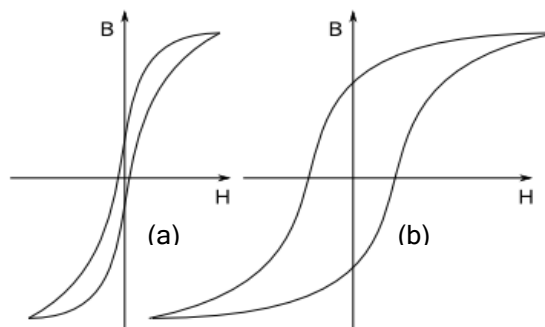

Figura 2: Curvas de histerese (a) ciclo de histerese mais estreito ou com menor perda e (b) curva mais larga, possuindo alta magnetização residual.
1. Faça um gráfico de B (mT) versus H (kA/m) para cada um dos núcleos (sólido e laminar) e analise o seu comportamento comparando-os com a Figura 2.